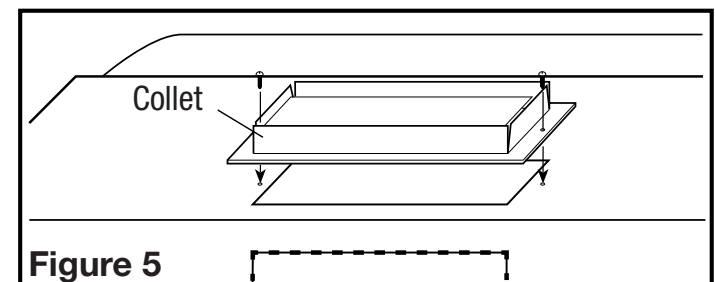

Figure 5
- Installez le collet de conduit de la hotte en plaçant le collet sur l'ouverture et le fixer avec les deux vis fournies. À l'aide de ruban adhésif approuvé, appliquez autour du col pour sceller les fuites d'air (**Figure 5**).